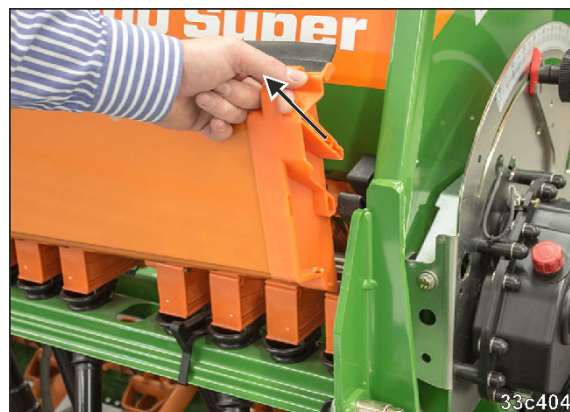

Рис. 165
1. Вытяните лотки для пробного высева (Рис. 165) из держателей. После настройки снова закрепите лотки в держателях.